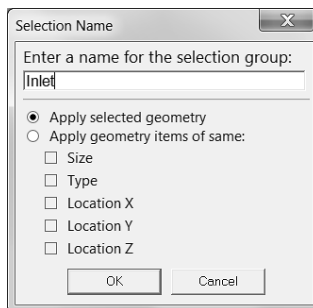

Рис. 2.12
- 2) Появится окно Selection Name, рис. 2.12, в которое следует ввести Inlet. Нажать ОК. Подобную операцию проделать со всеми границами, вводя соответствующие имена.